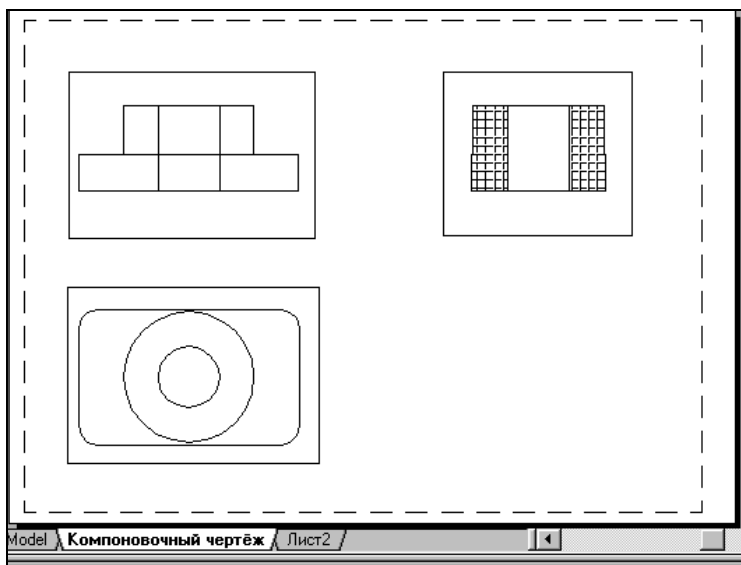

Рис. 9.18. Компоновочный чертеж после выполнения команды **SOLDRAW**
3. Штрихование сечения происходит штриховкой по умолчанию, и потому ее следует отредактировать в пространстве модели (рис. 9.18), войдя в видовой экран. Для этого необходимо: